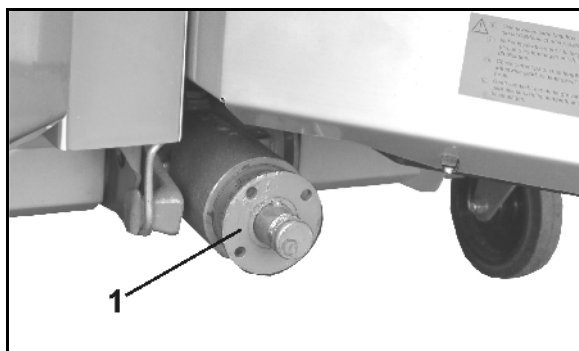

Рис. 36
1. За допомогою знімача зніміть втулку з фланцем (Рис. 36/1) з вхідного вала редуктора.